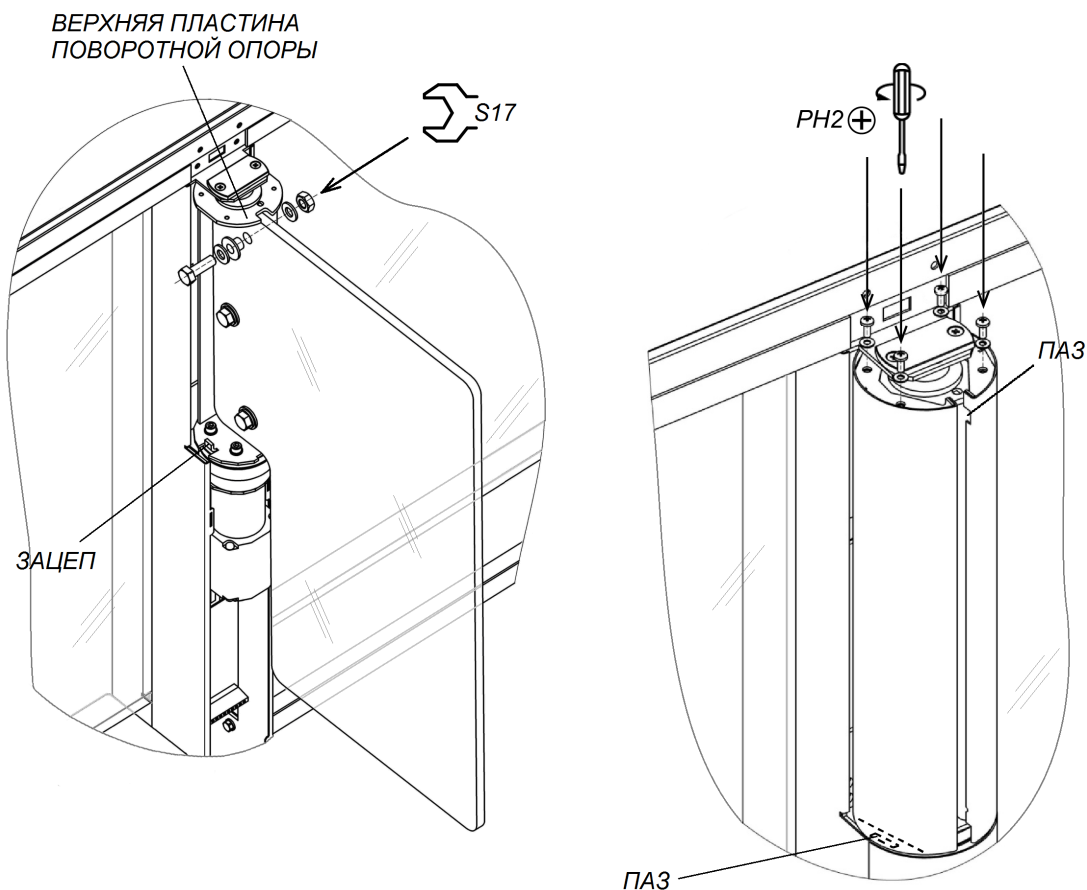

Рисунок 21. Створка и кожух створки
23. Установите кожухи створок (3) из комплекта принадлежностей (рис. 21, разд. 8.9.4).
24. Установите на свои места передние панели боковых стоек (10) (разд. 8.9.2). После установки проверьте, чтобы верхний край панелей находился на одном уровне с корпусом секции.
Снятие или установку створки (4) производите вдвоем. Створка к поворотной опоре крепится в трех местах при помощи болтов M10×30, шайб 10, втулок пластиковых и гаек M10 (см. рис. 21). Используйте рожковые ключи S17.
2. Смонтируйте одну из частей кожуха на поворотную опору створки. Для этого оденьте кожух на верхнюю пластину поворотной опоры через пазы в верхней части кожуха, после чего сдвиньте кожух вниз до конца, введя нижний паз кожуха в зацеп, расположенный в нижней части поворотной опоры (см. рис. 21).